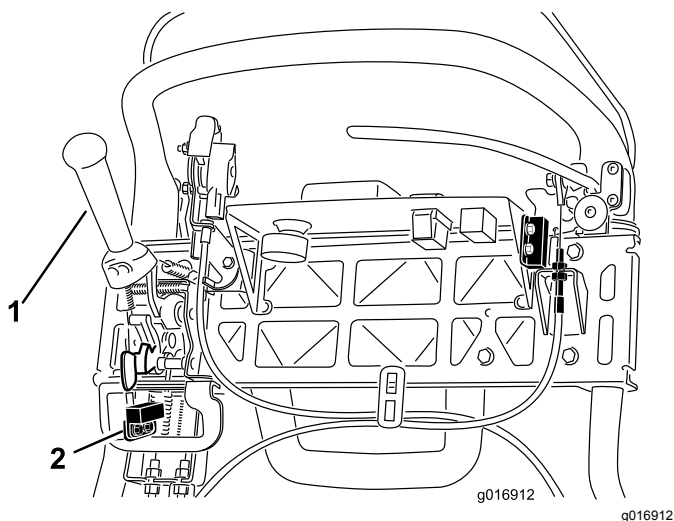

Figure 42
4. Desserrez les fixations du contacteur de sécurité (Figure 42).
5. Placez une cale de 1,6 mm d'épaisseur entre le levier de commande de déplacement et le contacteur de sécurité (Figure 42).